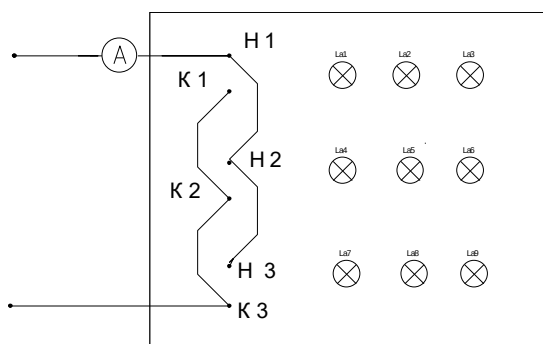

Рисунок 2.Схема параллельного соединения приёмников
4. Сделать вывод. Ознакомиться со схемой параллельного соединения приемников (рис.2).